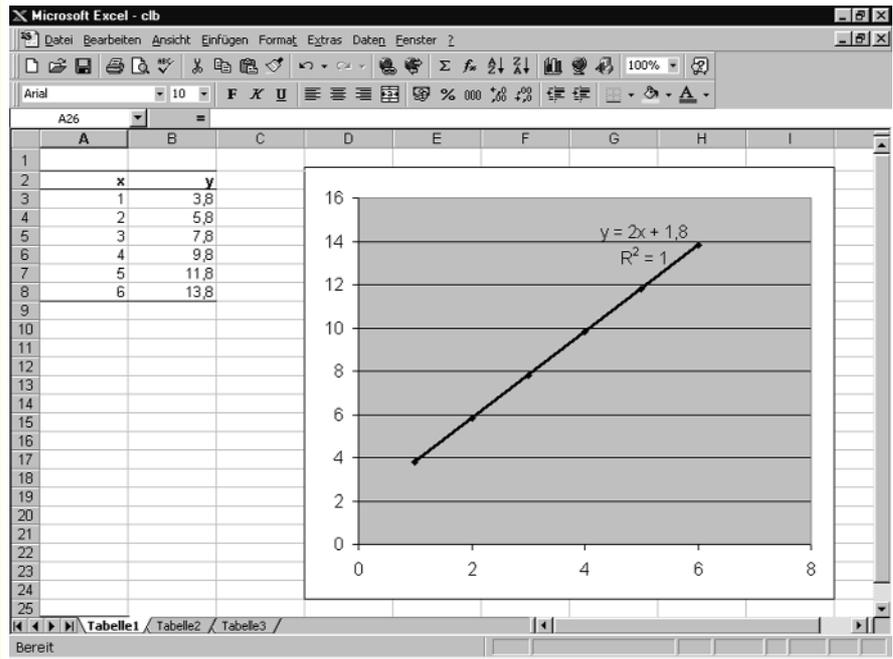
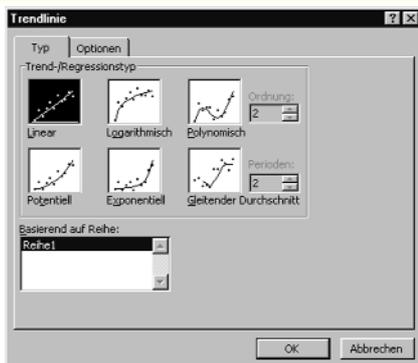
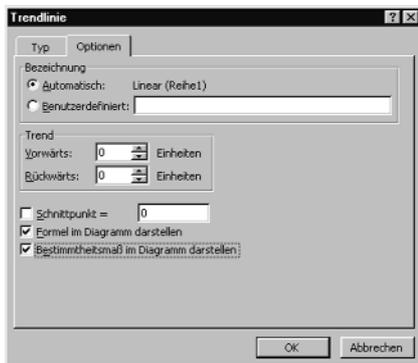

Abb. 1
Abb. 3
Abb. 4
1. Die x,y-Wertepaare werden eingetragen. Beim ersten Ausprobieren geht man am besten von einer bekannten Gleichung aus; im Beispiel in Abb. 1 (sie zeigt den Endzustand mit der Trendlinie) ist es die Gleichung $y = 1,8 + 2x$.
3. Nun wird in dem Menüpunkt Diagramm (er ist nur vorhanden, wenn das Diagramm aktiv ist, das heißt die kleinen Quadrate sichtbar sind) *Trendlinie hinzufügen* angeklickt. Dabei erscheint das in Abb. 3 gezeigte Fenster. Es muss der Typ ausgewählt werden; in Fall der Abb. 1 muss natürlich *Linear* gewählt werden. Schließlich werden noch die Optionen aufgerufen (Abb. 4); hier wird lediglich *Gleichung ...* und *Bestimmtheitsmaß ...* angeklickt.
4. Nach OK erscheint wieder das Diagramm, die Trendlinie ist wie in Abb. 1 eingezeichnet; Gleichung und Bestimmtheitsmaß sind angegeben. Es wurde die zutreffende Gleichung gefunden, das Bestimmtheitsmaß ist 1.